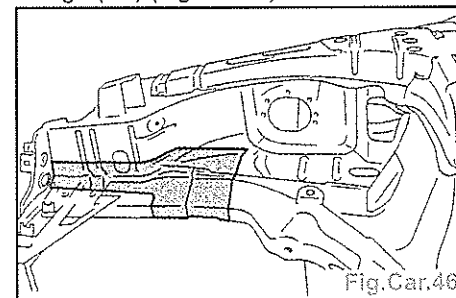

Fig.Car.46
- Appliquer une couche d'antigravillonnage (C4) (Fig.Car.46).